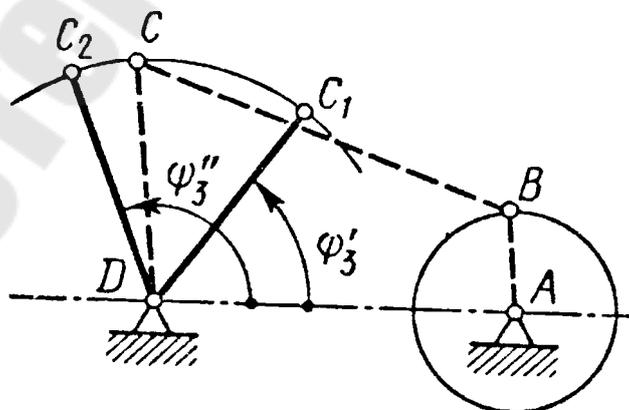

Рис. 10.1
1. Спроектировать схему механизма рычажного четырехзвенника (рис. 10.1) по заданному коэффициенту изменения средней скорости коромысла  $CD$ , равному  $K = 1$ , длине коромысла  $l_{CD}$ , углам наклона коромысла к стойке в крайних положениях  $\psi_3'$  и  $\psi_3''$ . Определить скорость и ускорение точки  $C$ , если угловая скорость звена  $AB$   $\omega_{AB} = 20 \text{ c}^{-1}$ , для положения, когда угол  $\psi_3 = 70^\circ$ . Исходные данные приведены в табл. 10.1